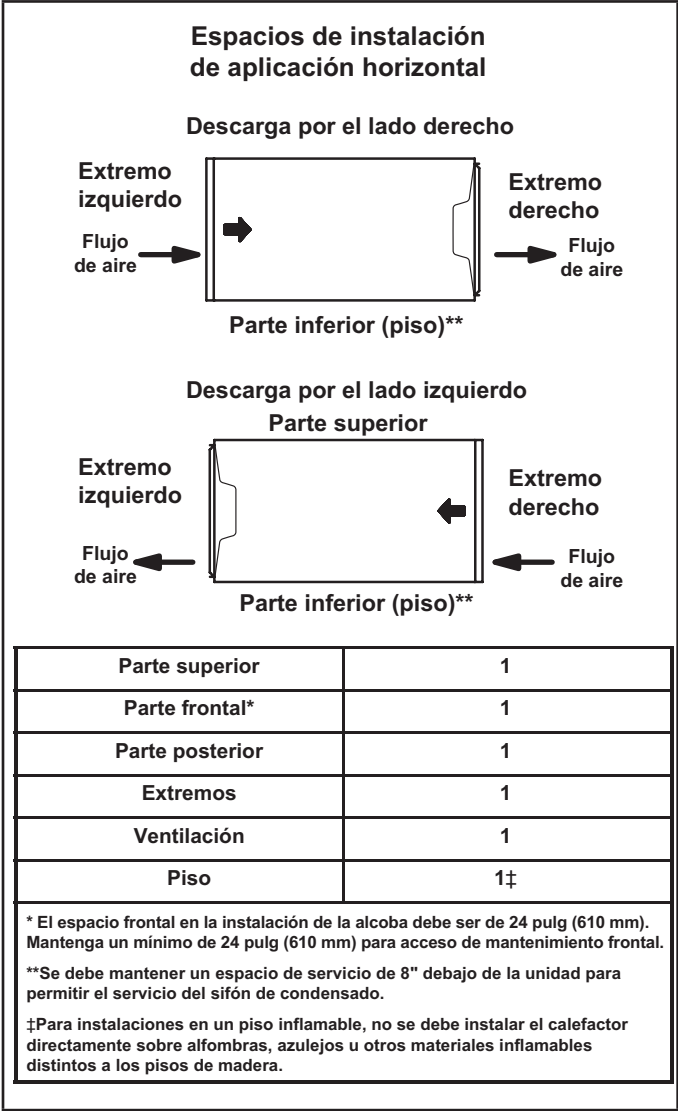

FIGURA 11
El calefactor SL297UHNVK se puede instalar en aplicaciones horizontales con descarga de aire a la derecha o a la izquierda. Consulte la FIGURA 11 con respecto a los espaciamentos en aplicaciones horizontales.
- 1 - Seleccione la ubicación de la unidad teniendo en cuenta el espaciamento de servicio y otros espaciamentos necesarios. Ver FIGURA 11.